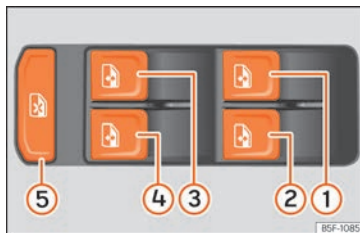

Fig. 128 Detalle de la puerta del conductor: mandos para las ventanillas.
Pulsando la tecla de seguridad » **fig. 128 ⑤** puede desactivar los mandos en las puertas traseras. Volviendo a presionar la tecla de seguridad ⑤ se reactivarán los mandos de las puertas traseras.